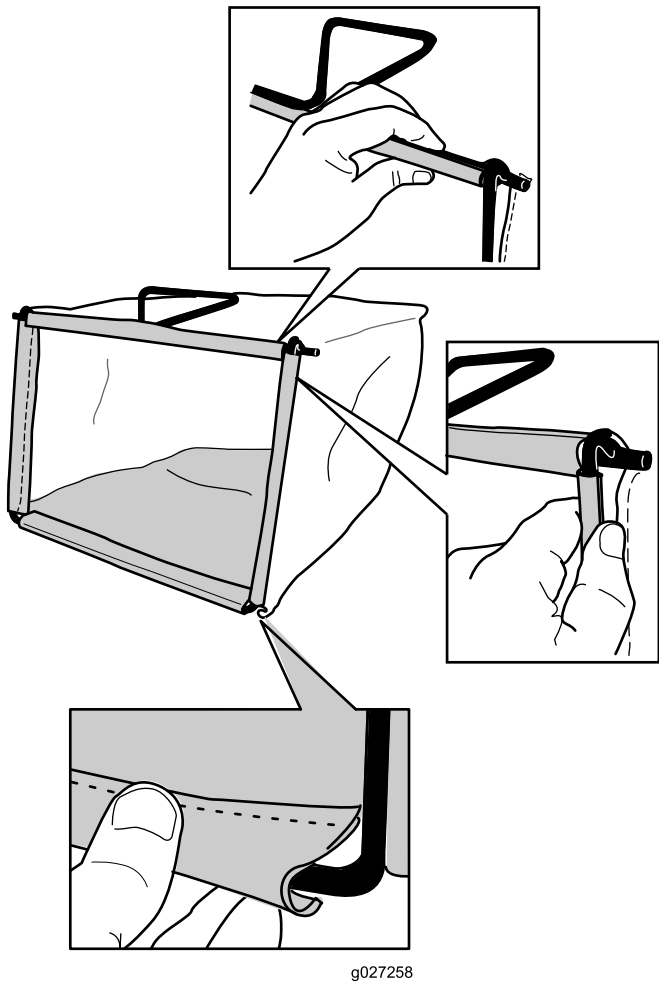

Figure 9
2. Accrochez la glissière inférieure du bac au bas de l'armature (Figure 9).
3. Accrochez les glissières supérieur et latérales du bac au sommet et sur les côté de l'armature respectivement (Figure 9).